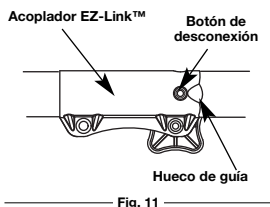

Fig. 11
2. Opima y sostenga el botón de desconexión (Fig. 11).
NOTA: La alineación del botón de desconexión con el hueco de guía facilitará la instalación (Fig. 11).